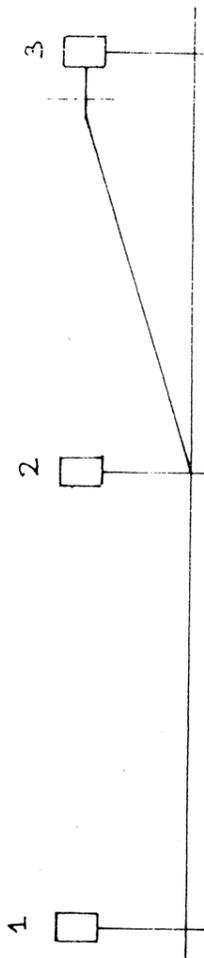

FIG:37
- Lorsqu'un tronçon de 8 ou 10 m. de caténaires sera réalisé, prévoyez la tension du porteur principal. Le schéma est celui de la figure 37.